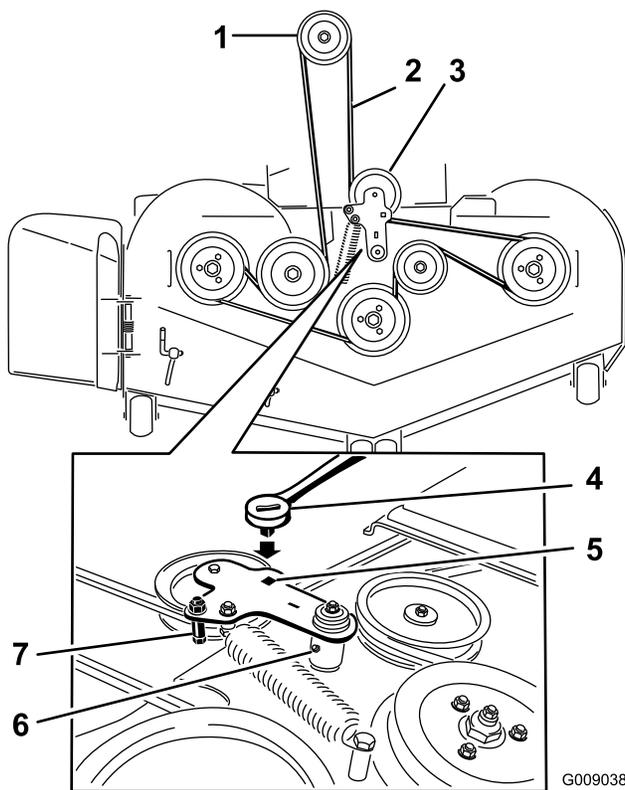

Figure 81
5. Insérez un rochet dans le trou carré du bras de tension pour détendre le ressort de la poulie de tension (Figure 81).
7. Enlevez le guide de courroie situé sur le bras de la poulie de tension rappelée par ressort, comme montré à la Figure 81.
9. Acheminez la courroie neuve autour des poulies du tablier de coupe et de la poulie d'embrayage, sous le moteur (Figure 81).
- Montez le guide de courroie sur le bras de la poulie de tension, comme montré à la Figure 81.
- Insérez le rochet dans le trou carré et montez le ressort de la poulie de tension (Figure 81).